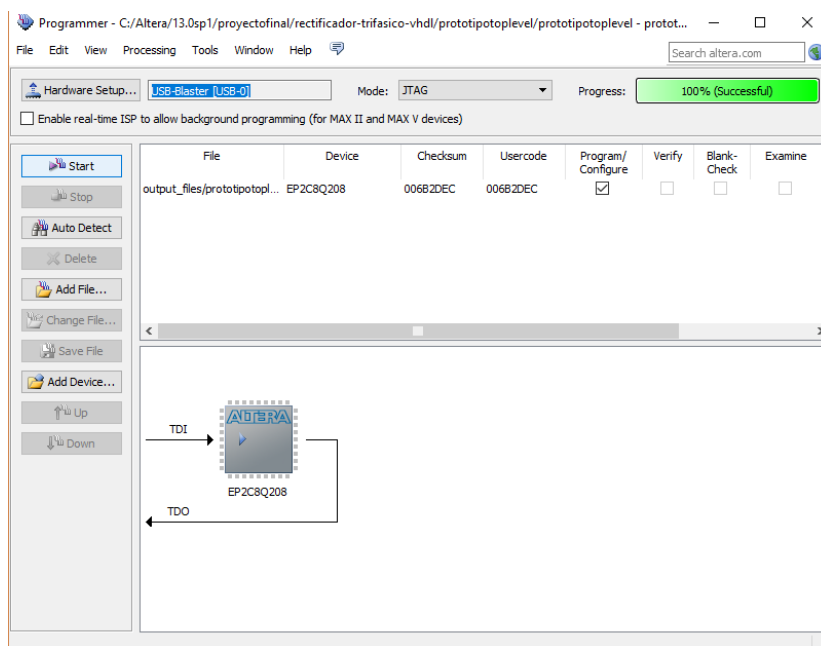

Figura 18: Operación exitosa de programación de la FPGA
- 8) Finalmente, seleccionar el botón de Start que ya se encontrará habilitado. Cuando la barra verde de progreso indique “100% Successful” (Figura 18), la FPGA ya quedará programada con el controlador del rectificador.